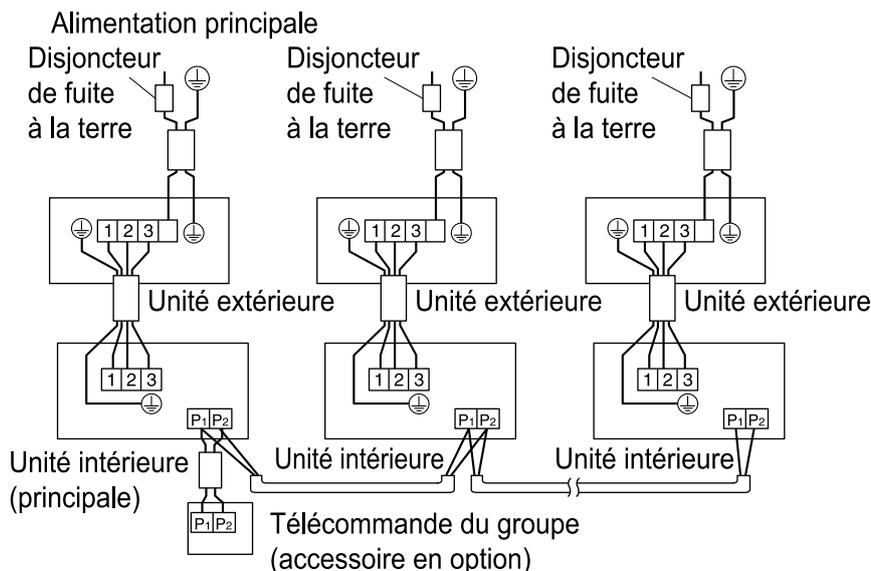

Fig. 35
- **Commande de groupe:** 1 télécommande commande jusqu'à 16 unités intérieures. (Toutes les unités intérieures fonctionnent depuis la télécommande.) (**reportez-vous à la fig. 35**)
- (1) Retirez le couvercle du boîtier de commande (Reportez-vous à la section "9. MODE DE RACCORDEMENT DES CÂBLES ET EXEMPLE DE RACCORDEMENT".)
- (2) Établissez un croisement entre les bornes (P1, P2) du boîtier de commande pour la télécommande (il n'y a pas de polarité) (**reportez-vous à la fig. 35 et au tableau 4**).